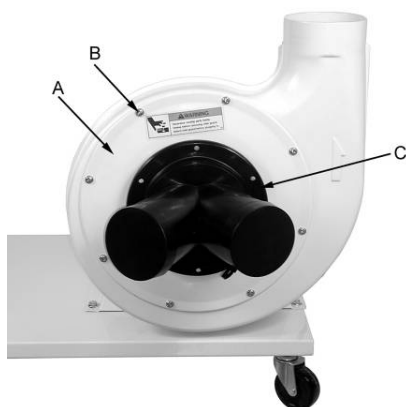

Fig 3
Fixer le carter du bloc (A, Fig 3) avec 8 vis à tête goutte de suif (B).